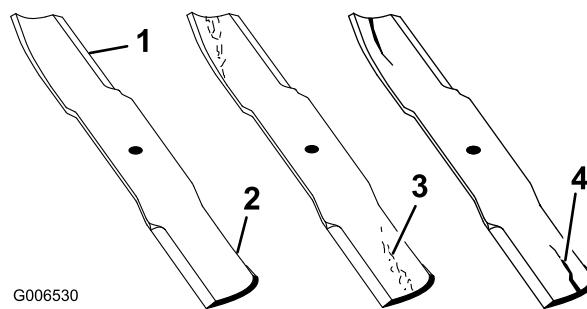

図 31
2. ブレードの切っ先を注意深く観察、特に、直線部と曲線部が交わる部分をよく観察する（図 31）。この、直線部と曲線部の交差域は、砂などによる磨耗が進みやすい部分なので、機械を使用するまえによく点検することが必要。磨耗が大きい場合には（図 31）危険であるから交換する；「ブレードの取り外し」を参照。
ブレードの磨耗を放置すると、ブレードのセール部と平坦部との間に割れ目が発生する（図 31）。この割れ目が拡大すると、最終的にはブレードがちぎれてハウジングの下から飛び出し、これがオペレータや周囲の人に重大な人身事故となる。